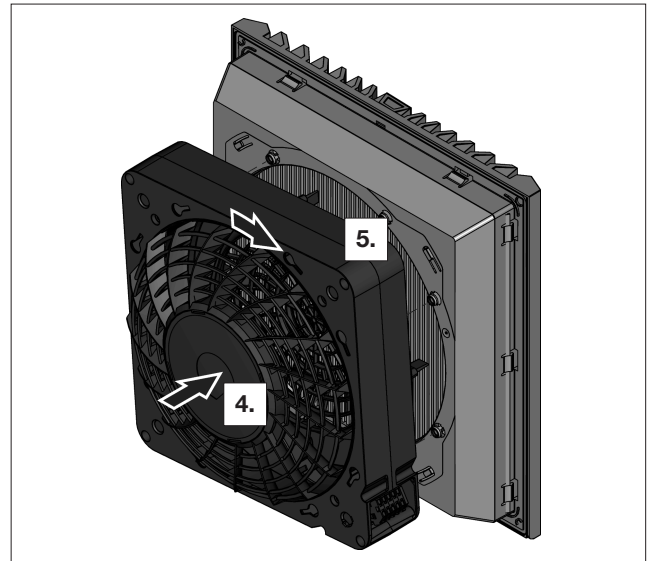

図9: バヨネットロックをロック
- ファンハウジングをフィルターケース上に戻してください(図9を参照)。